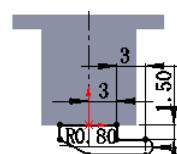

图 1.7 横断面草图
② 定义横断面草图。在草图环境中绘制图 1.7 所示的横断面草图。
③ 选择下拉菜单 **插入(I)** → **退出草图** 命令，退出草图环境，此时系统自动生成薄片 1。